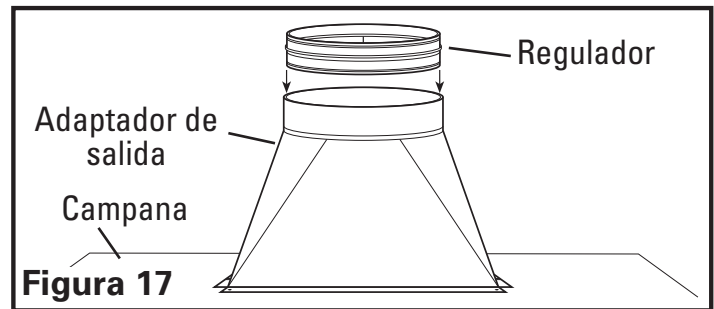

Figura 17
- Es altamente recomendable la instalación de un regulador de corriente invertida de aire para evitar que el aire exterior vuelva a ingresar a la casa. Elija un regulador de corriente invertida de aire (disponible por separado) del tamaño adecuado para coincidir con el diámetro del adaptador de salida. Adose el regulador de corriente invertida de aire al adaptador de salida, oprima hasta introducirlo en la abertura redonda del adaptador hasta que esté completamente apoyado, asegurándose que el regulador se abra hacia fuera de la campana, de lo contrario el flujo de aire quedará restringido (**Figura 17**).